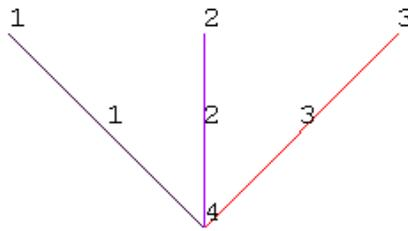

图12.29 生成单元
(8) 单击 **Main Menu>Preprocessor>Modeling>Create>Elements>Auto Numbered>Thru Nodes** 菜单，弹出图形拾取对话框，依次在图形视窗中选择节点 1 和 4，然后单击 **OK** 按钮，将连接节点 1 和 4 生成一个线单元 1。
(9) 接着单击 **Main Menu>Preprocessor>Meshing>Mesh Attributes>Default Attrs** 菜单，弹出单元特性设置对话框，修改实常数下拉列表框为 **2**，单击 **OK** 按钮。重复步骤 (8)，在图形视窗中依次选择节点 2 和 4，然后单击 **OK** 按钮，连接节点 2 和 4 生成线单元 2。
(10) 再次单击 **Main Menu>Preprocessor>Meshing>Mesh Attributes>Default Attrs** 菜单，修改实常数下拉列表框为 **3**，单击 **OK** 按钮。重复步骤 (8)，在图形视窗中依次选择节点 3 和 4，然后单击 **OK** 按钮，连接节点 3 和 4 生成线单元 3。结果如图 12.29 所示。